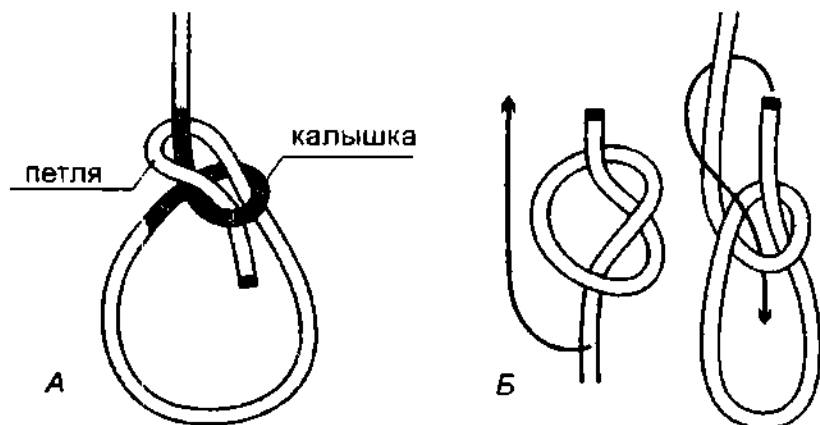

Рис. 283. А – элементы беседочного узла; Б – завязывание булиня из простого узла.
**Беседочный узел** состоит всего лишь из двух элементов узла – калышки (коренного конца) и обноса (ходового конца) (рис. 283 А). Рабочая петля **беседочного узла** – это вытянутая сторона **простого узла**, у которого ходовой конец обносён вокруг коренного и пропущен назад в узел (рис. 283 Б). Одним движением руки **простой узел** – мягкий графит – превращается в прекрасного короля узлов – прочный алмаз. Вот поистине из грязи да в князи!